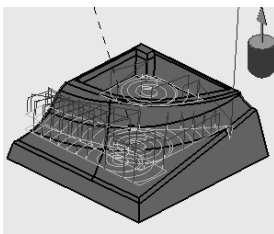

图 2-44 “Concentric” 示意图
- “Concentric”: 同心圆切削, 是以中心点创建逐渐增大的或逐渐减小的圆形切削模式, 如图 2-44 所示。